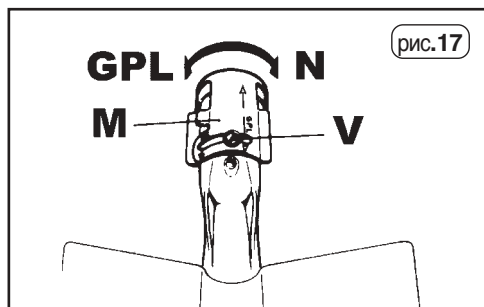

рис. 17
Горелка расположена в основании духовки и закрыта днищем, которое при использовании духовки должно обязательно находиться в таком положении. Для регулировки первичного потока воздуха зажгите горелку и, наблюдая за пламенем, ослабьте винт (V) и, поворачивая муфту (M) установите имеющийся на ней указатель соответственно винту (V), как описано ниже (см. рис. 17):